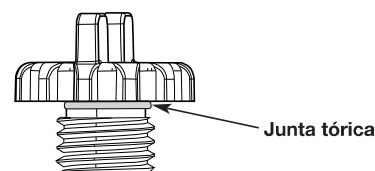

Fig. 23
5. Compruebe que la junta tórica esté colocada en el tapón (Fig. 23).
7. Compruebe que la junta tórica esté colocada en el tapón (Fig. 23).